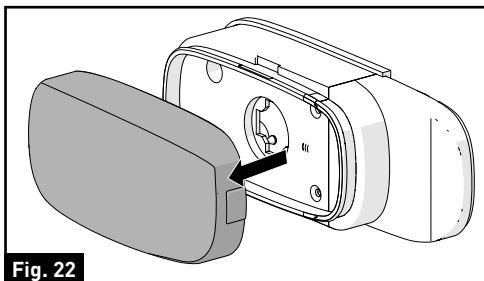

Fig. 22
2. Retirez le couvercle de la lentille en grattant la fente sur le côté du feu de signalisation. (Fig. 22)